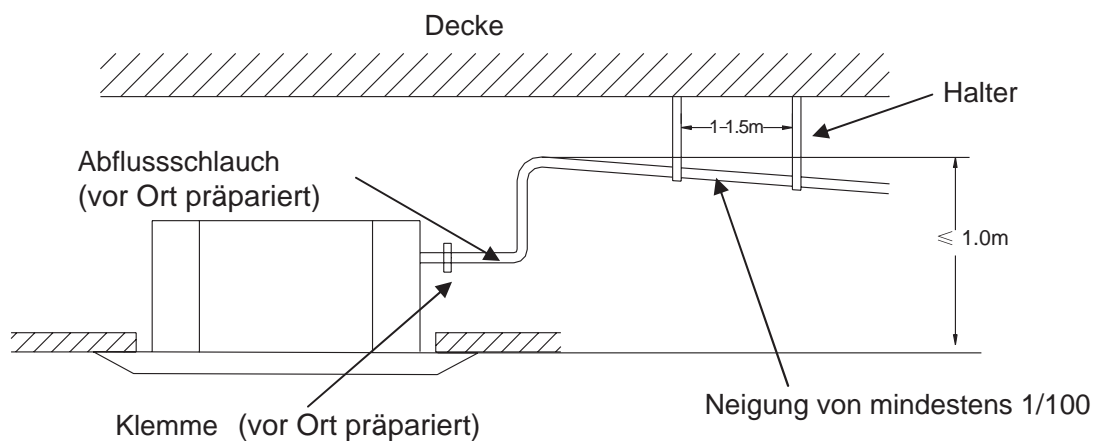

Abb.11
1. Heben Sie das Abflussrohr nicht höher als 1.0m, sonst besteht die Gefahr, dass Wasser durchsickert (Abb.11)
2. Prüfen Sie, ob das Abflussrohr eine Abwärtsneigung (von 1/100) aufweist und kein Wasserhindernis vorhanden ist (Abb.11).
3. Um das Abflussrohr zu halten, bringen Sie alle 1 bis 1,5m Halter an (Abb.11).